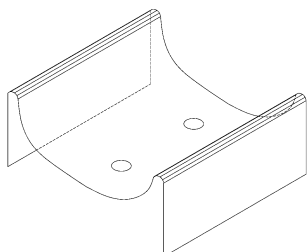

Рис. 1
4. Смонтировать профили каркаса ПП 60x27 с шагом не более  $600 \pm 100$  мм, опирая их на пристенный профиль ПН 28x27 мм. Направление потолочных профилей ПП 60x27 – в поперечном направлении помещения. В случае, когда длины потолочного профиля недостаточно, чтобы опереть его на пристенный профиль 28x27, соединить нескольких профилей, используя удлинитель профиля ПП (рис. 1).